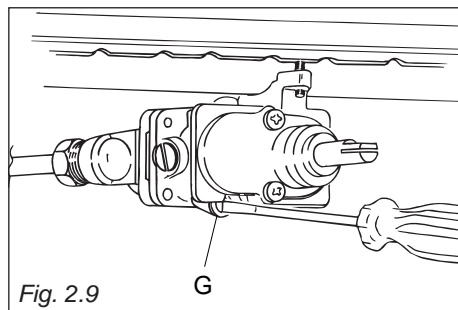

Fig. 2.9
- Sfilare la manopola del termostato e con un cacciavite a taglio svitare di circa 3 giri la vite by-pass "G" (fig. 2.9) passando attraverso l'apertura del cruscotto;
- Dopo aver tolto nuovamente la manopola e facendo molta attenzione a non ruotare l'asta del rubinetto, avvitarla lentamente la vite by-pass "G" (fig. 2.9) fino all'ottenimento di una fiamma lunga 3-4 mm.